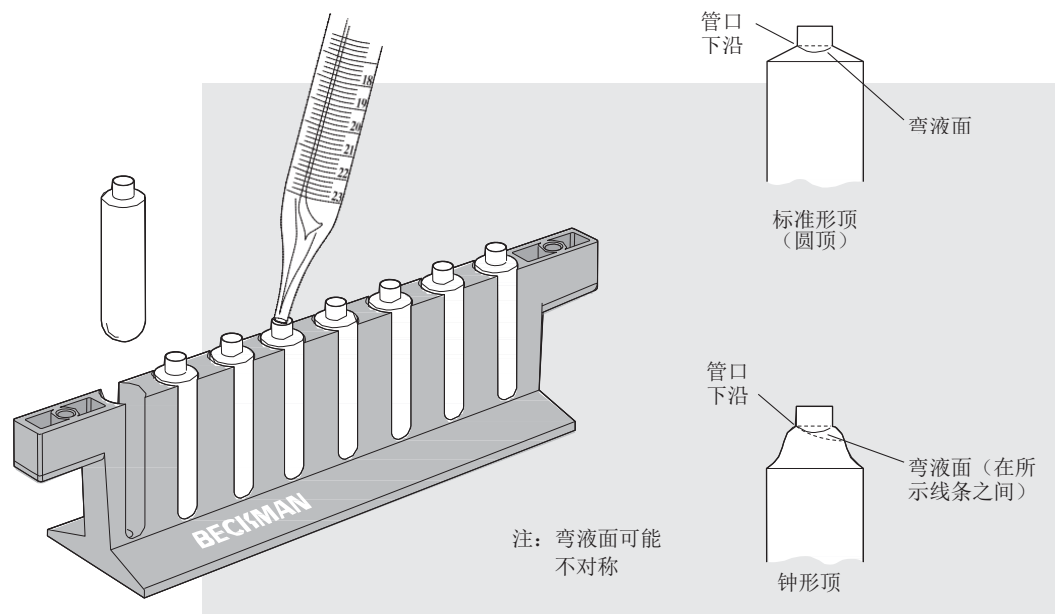

图2. OptiSeal 指封管加样。管口径大，可容纳标准吸管操作。
1. 使用吸管或注射器对每支指封管进行加样，管口部切勿加样（见图2）。如果离心管加样太满，插入管塞时液体会溢出；此外，需赶走样品中的气泡，过多空气会导致管腔过度变形，破坏梯度溶液或样品。并且从腔内取出离心管时会很费力。